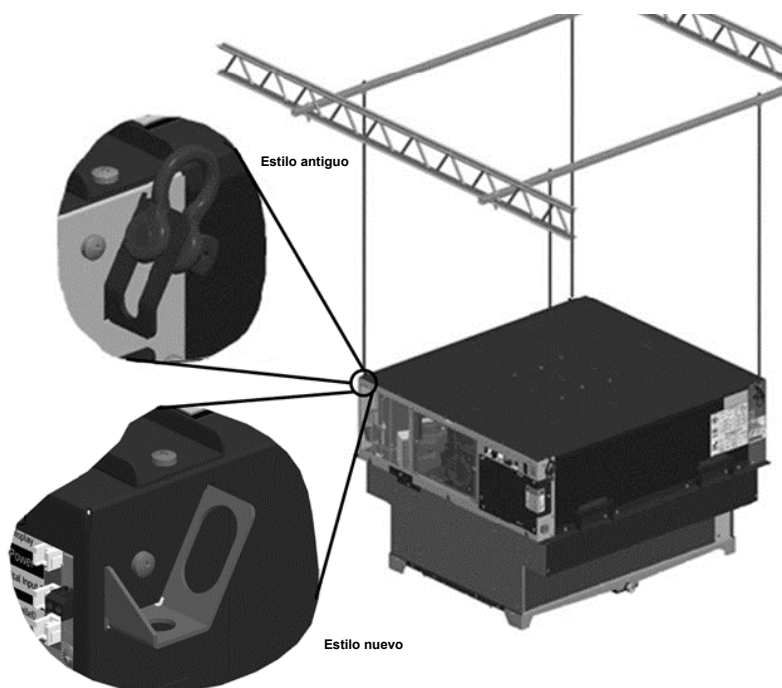
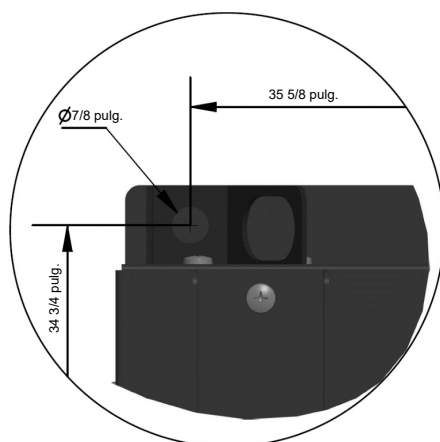

Figura 11 – Ejemplo de montaje de unidad suspendida/colgada
Figura 12 – Separación de los orificios de suspensión del nuevo estilo
- Suspendida/colgada - En esta configuración, la unidad queda suspendida mediante una estructura situada encima de la cámara, con varillas de suspensión, y se fija en los puntos de apoyo de la unidad. En la Figura 11 se muestra un ejemplo de cómo colgar la unidad. La estructura de montaje y el kit de varillas de suspensión no se incluyen con el producto. La separación entre los orificios de suspensión para el nuevo estilo es de 34-3/4 pulg. por 35-5/8 pulg. (vea la Figura 12).
Las unidades Krack también incluyen un conjunto de molduras para instalar en el techo, dentro de la cámara que se muestra en la Figura 11. Las molduras se suministran dentro del empaque junto con otros objetos que se envían sueltos. No se suministran los tornillos de sujeción. Se recomienda usar: tornillos autorroscantes de 5/32 pulg. para esta instalación.